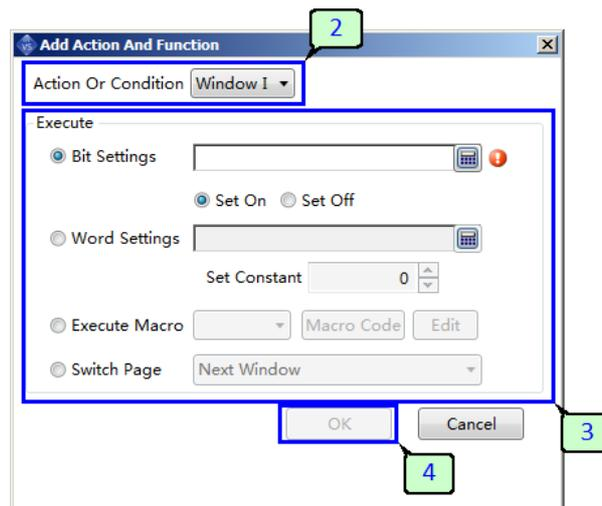

Рисунок 151 - Окно настройки действия
1. Для того чтобы добавить новое действие нажмите "Добавить". Откроется окно настройки действия (рисунок 151).